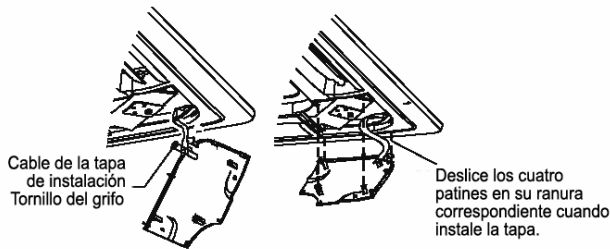

Figura 15
- a. Sujete el cable de la tapa de instalación a su tornillo. (Vea la figura 15 izquierda)
- b. Apriete ligeramente la tapa de instalación dentro del panel. (Vea la figura 15 derecha)